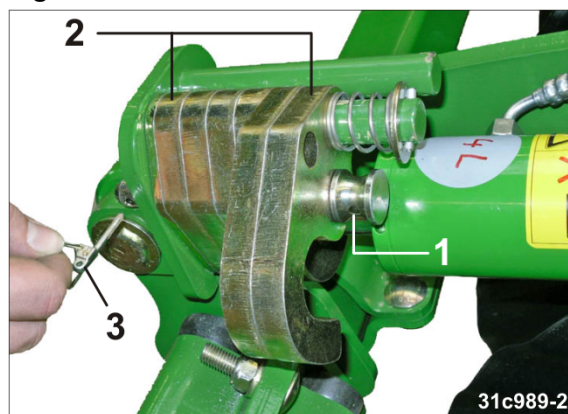

Fig. 138
4. Den Bolzen (Fig. 138/1) herausziehen.
5. Die Anschläge (Fig. 138/2) entsprechend der gewünschten Arbeitstiefe einstellen.
6. Den Bolzen einstecken und mit einem Klappstecker (Fig. 138/3) sichern.